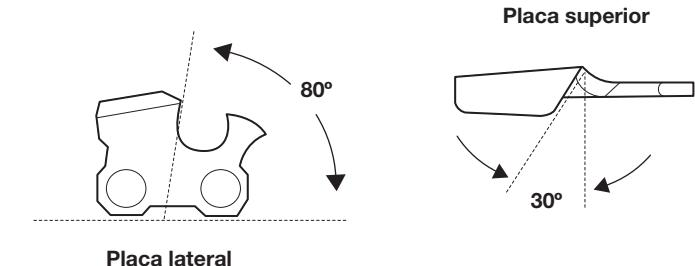

Fig. 33
- Aplique algunos golpes firmes en cada diente. Cuando se lime correctamente, la placa superior estará en un ángulo de 30° y la placa lateral estará en un ángulo de 80° (Fig. 33). La utilización de la lima y el soporte de lima correctos producirá automáticamente los ángulos correctos.